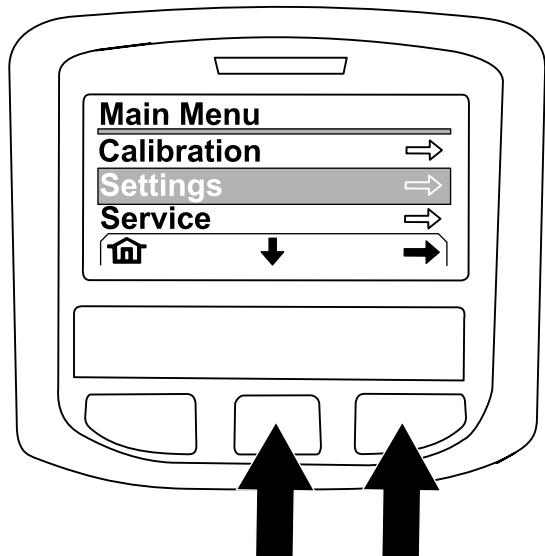

Figure 225
4. Dans l'écran du MENU PRINCIPAL, appuyez sur le bouton central pour naviguer jusqu'à l'option RÉGLAGES, puis appuyez sur le bouton droit pour la sélectionner (Figure 225).